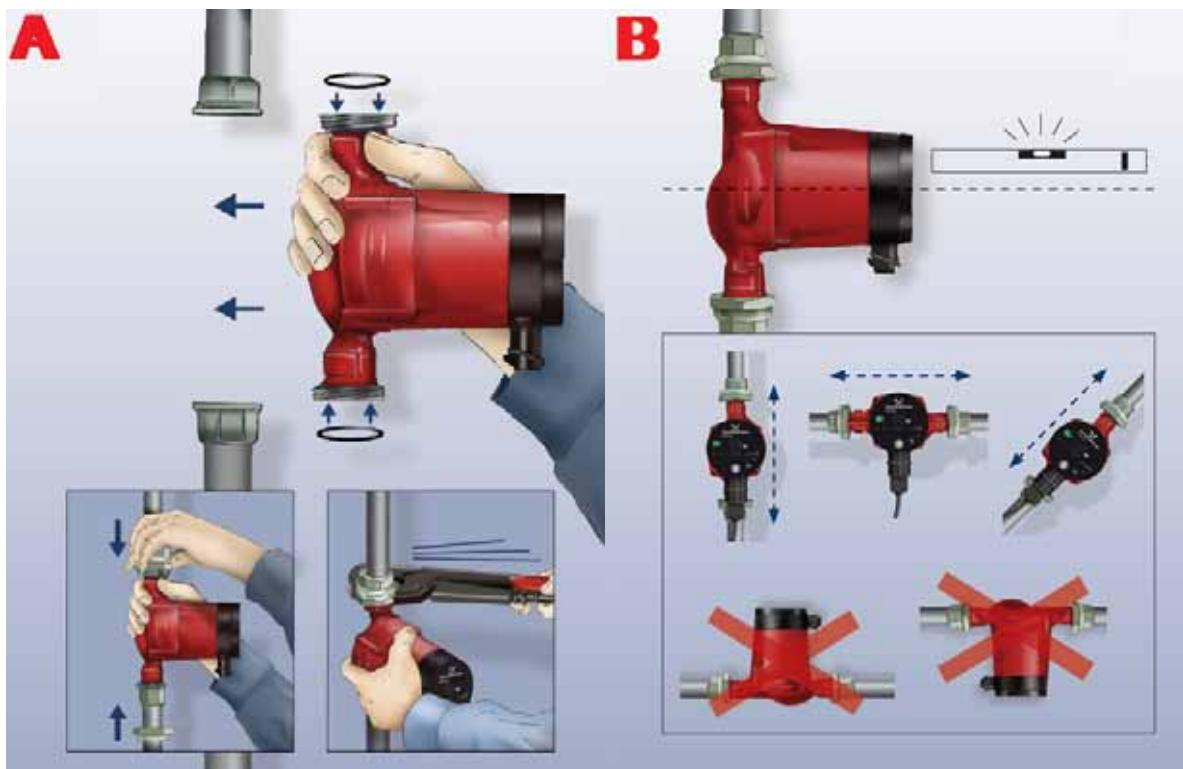

Fig. 3 Montaje de la GRUNDFOS ALPHA2
1. Instalar las dos juntas de estanqueidad suministradas cuando la bomba esté montada en la tubería. Ver fig. 3, pos. A.
2. Instalar la bomba con el eje del motor en posición horizontal. Ver fig. 3, pos. B.